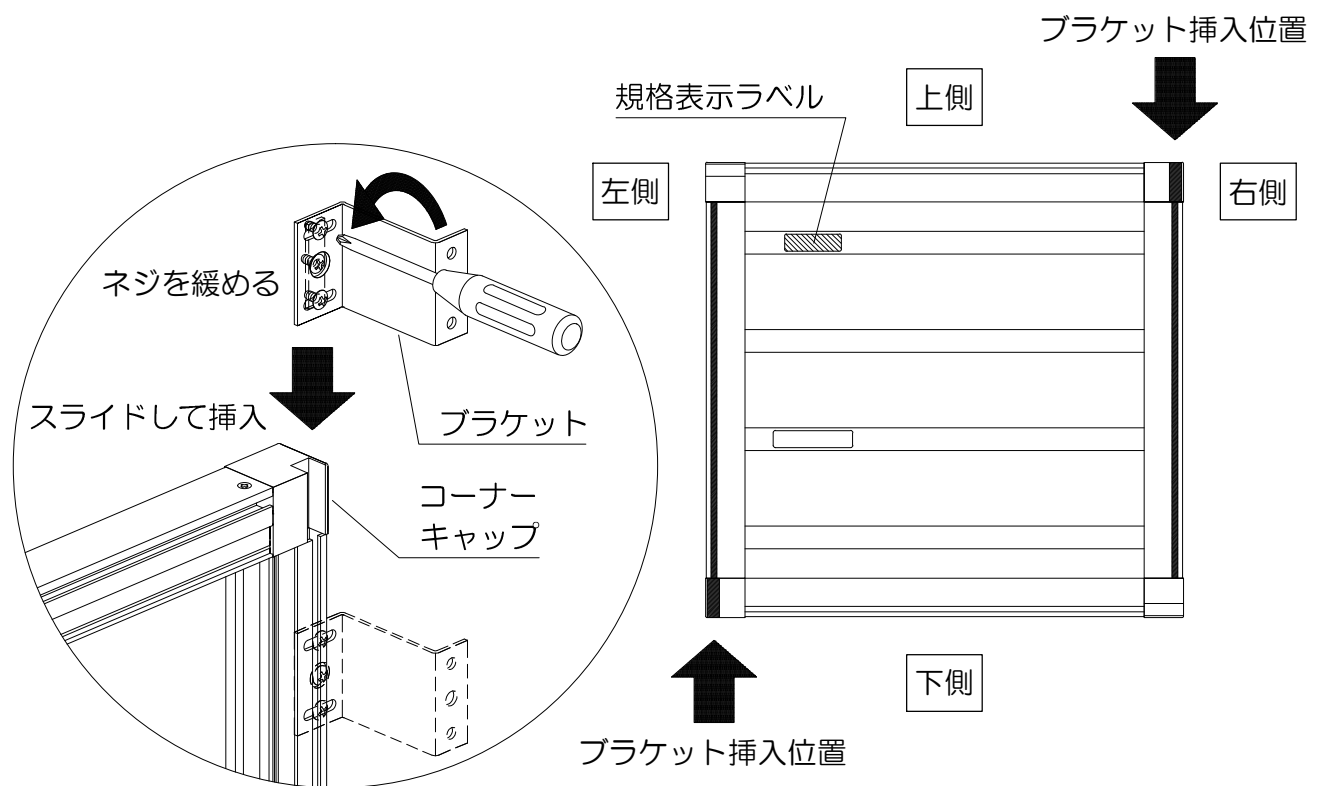

図1. ブラケットの取付
- (1) ブラケットが本体に挿入できるまでネジを緩めてください(図1)。
- (2) ブラケットをコーナーキャップ部から挿入して固定してください(図1)。